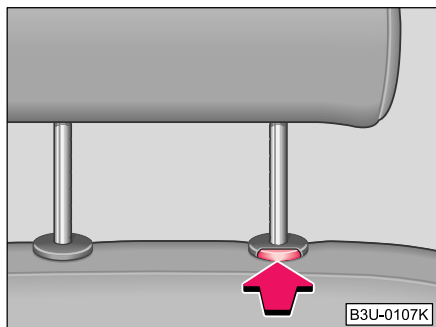

Fig. 45 Extraction des appuie-tête
- Poussez la touche de sécurité dans le sens de la flèche ⇒ fig. 45 et retirez l'appuie-tête.